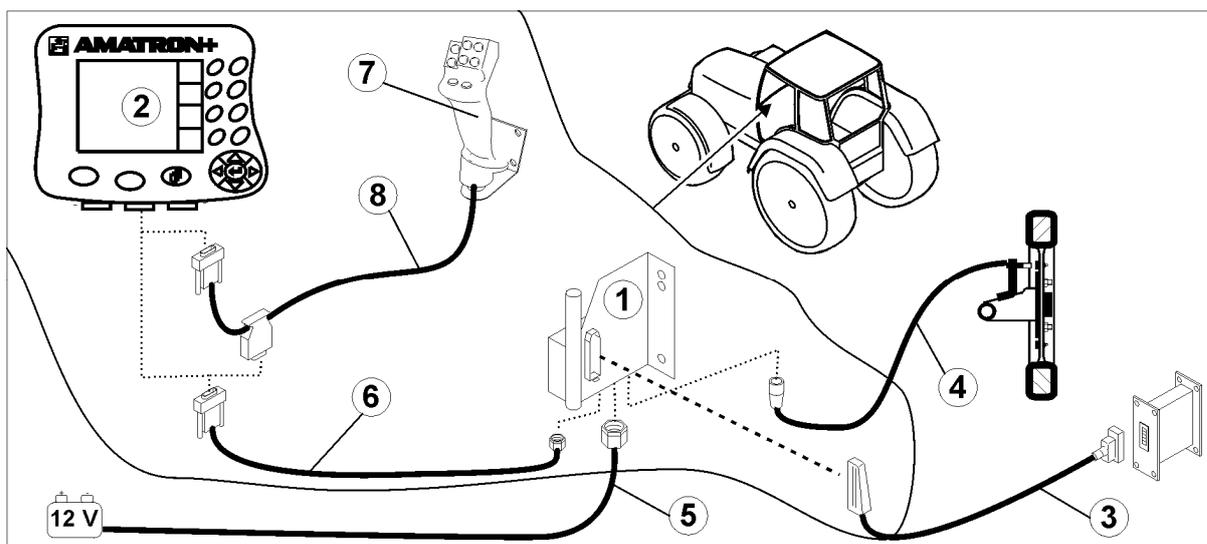
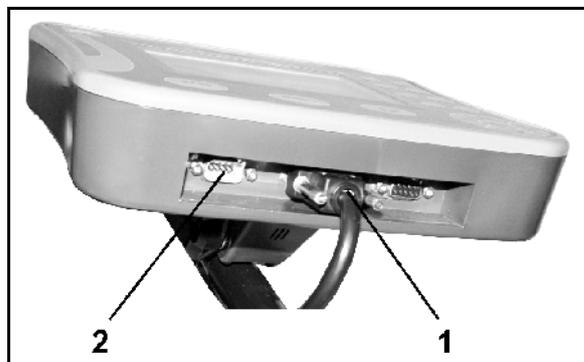

Fig. 1
Fig. 2
- L'équipement de base électrique du tracteur (Fig. 1/1, onsole et répartiteur) doit être monté dans le champ de vision du conducteur et à sa portée, sur sa droite. Il doit être protégé des vibrations et relié à la masse au niveau de la cabine.
- Câble de connexion à la batterie (Fig. 1/5).
- Câble signal pour la prise de signaux informatiques du tracteur ou capteur d'avancement (Fig. 1/4).
- Câble de liaison au boîtier électronique **AMATRON+** (Fig. 1/6).
- Branchez le boîtier **AMATRON+** (Fig. 1/2) sur l'équipement de base du tracteur.
- Branchez le connecteur du câble de connexion (Fig. 1/6) sur la fiche Sub-D 9 pôles centrale (Fig. 2/1).
- Branchez l'**AMATRON+** sur la machine à l'aide de la prise de connexion à la machine (Fig. 1/3).
La poignée multifonctions (Fig. 1/7) e branche sur le boîtier à l'aide d'un câble en Y (Fig. 1/8).
- L'interface série (Fig. 2/2) permet le branchement d'un assistant personnel (PDA).